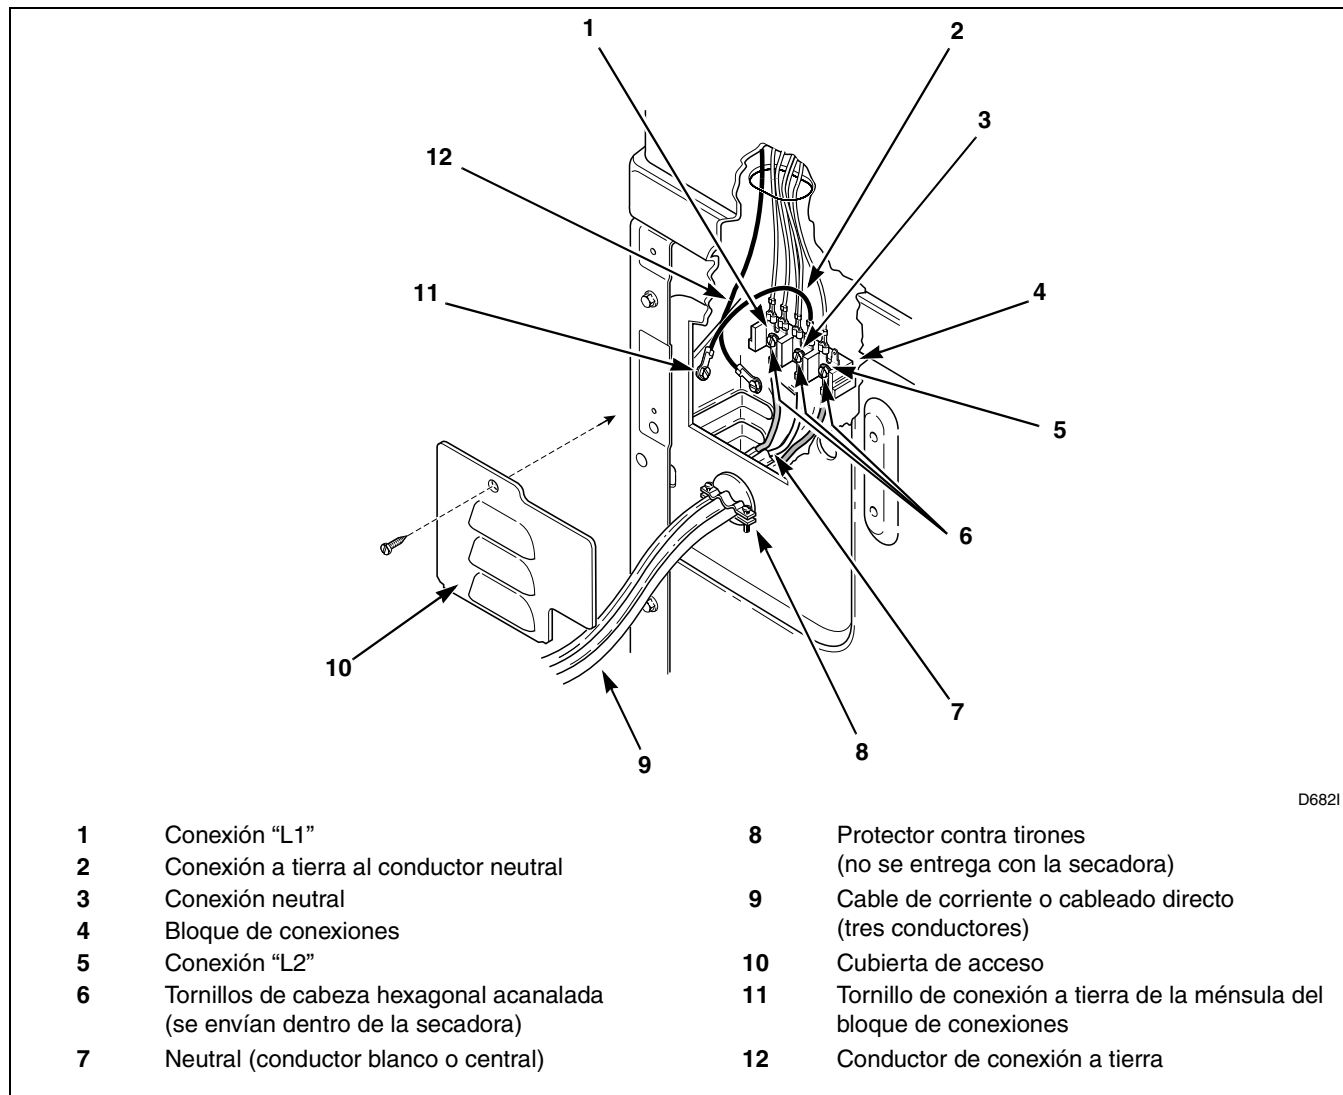

Figura 15
2. Meta los extremos del cable directo a través del orificio de la fuente de energía (que contiene el protector contra tirones adecuado) en la parte posterior del gabinete de cada una de las secadoras. Consulte la *Figura 15*. Conecte el cable de corriente eléctrica, o el cableado directo, a la conexión apropiada de cada bloque de conexiones utilizando **los tornillos de sujeción de los tres conductores (10-32 x 3/8 plg) del paquete de accesorios en el sobre que enviamos dentro del tambor de la secadora inferior**. Si la unidad de secadoras ha sido conectada previamente con cables de corriente eléctrica de cuatro conductores, desconecte los cables de cuatro conductores invirtiendo los procedimientos que aparecen en las instrucciones *Cable de corriente de cuatro conductores*.